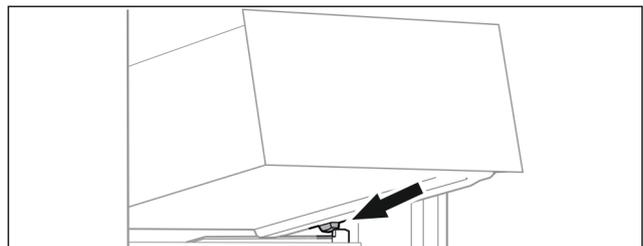

Fig. 28
- ▶ Наклоняя вниз, установите выдвижной ящик за стопоры на контейнерное ребро. (см. Fig. 28)